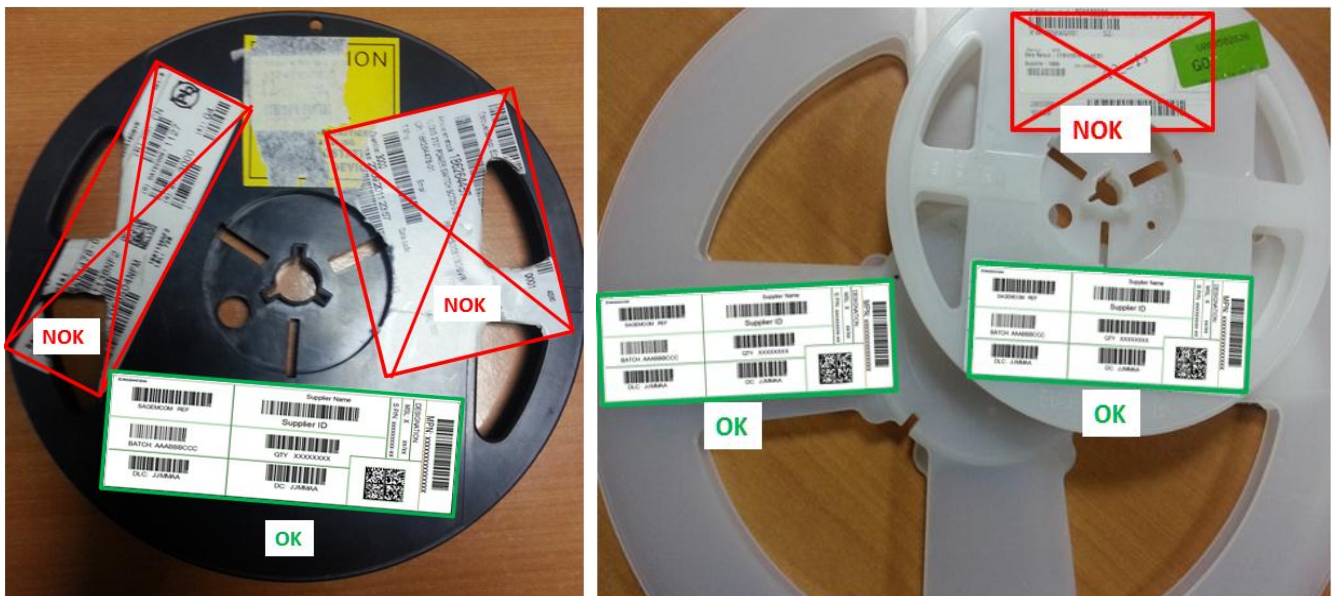

Figure 1 : Exemple de collage d'étiquette fournisseur
- Les étiquettes sur les bobines doivent être apposées sur une partie pleine sans débord. (voir exemple ci-dessous, Figure 1)